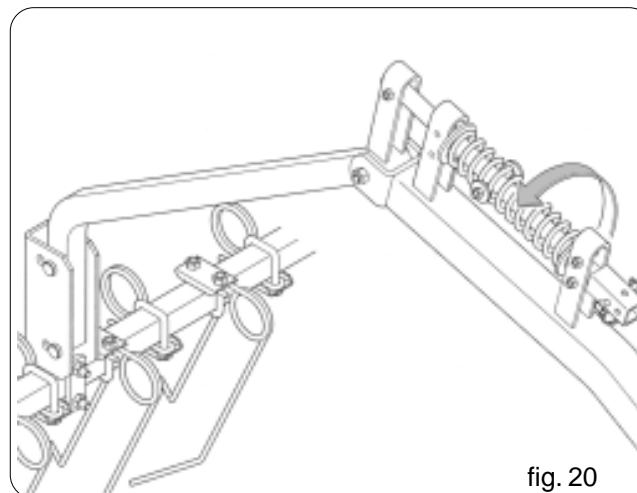
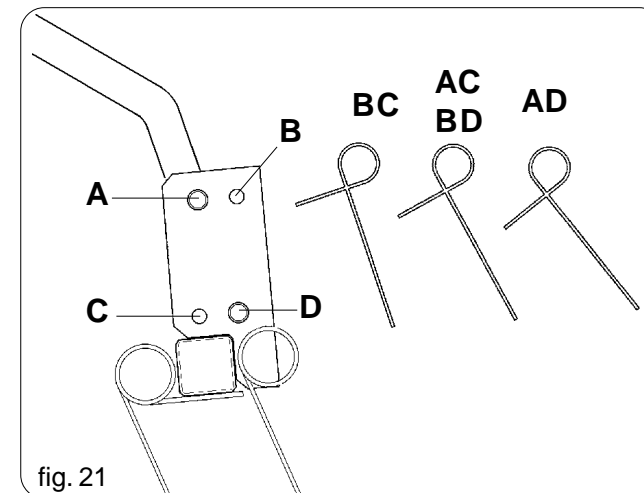

fig. 20
fig. 21
La pressione di lavoro dei denti a molle dell'erpice copriseme può essere variata mediante la rotazione della molla posta sul braccio parallelo superiore (Fig. 20).
Spostando la posizione dei perni dei bracci sui quattro fori, si varia l'angolo di incidenza dei denti a molla (Fig. 21).
The working pressure of the spring teeth of the seed-covering harrow may be varied by rotating the spring on the upper parallel arm (Fig. 20).
1) When the arm pins on the four holes are shifted, the clearance angle of the spring teeth varies (Fig. 21).
Le pression de travail des dents à ressorts de la herse couvre-graines peut être modifiée à l'aide de la rotation du ressort qui se trouve sur le bras parallèle supérieur (Fig. 20). En déplaçant la position des pivots des bras sur les quatre trous, on varie l'angle d'incidence des dents à ressort (Fig.21).
La presión de trabajo de los dientes de muelle de la grada cubresemillas puede variarse girando el muelle colocado sobre el brazo paralelo superior (fig. 20). Moviendo la posición de los pernos de los brazos sobre los cuatro agujeros, se varía el ángulo de incidencia de los 4 dientes de resorte (Fig.21).